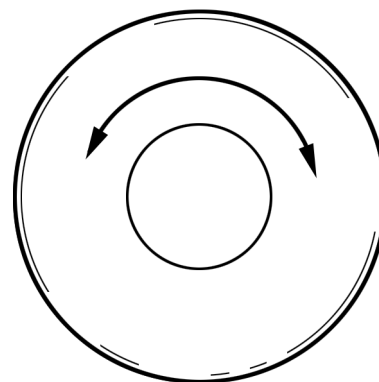

Рис. 21
- Поворачивайте маховик в обратном направлении (рис. 21) до тех пор, пока струбцина снова не будет прилегать к корпусу машины.